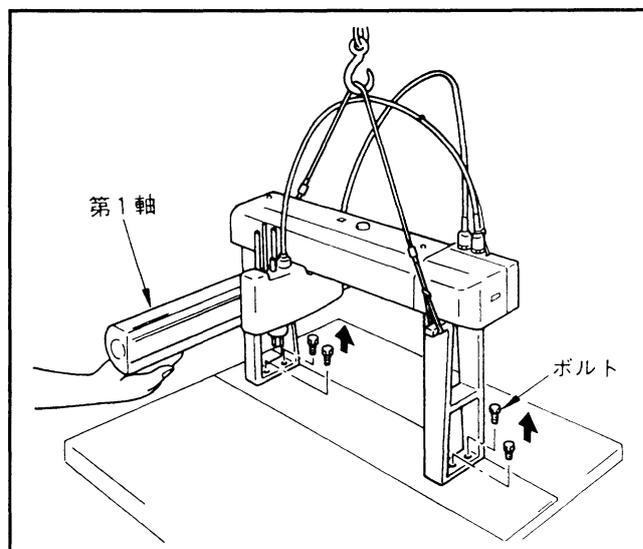

図5-54 ボルトの取り外し
- ④ 作業員Aがロボットが転倒しないように次ページの図5-54に示すように第1軸先端を下から支えながら、ボルトをはずしてください。
- ⑤ 作業員Bはクレーンを操作し、目的の場所までロボット本体を移動してください。